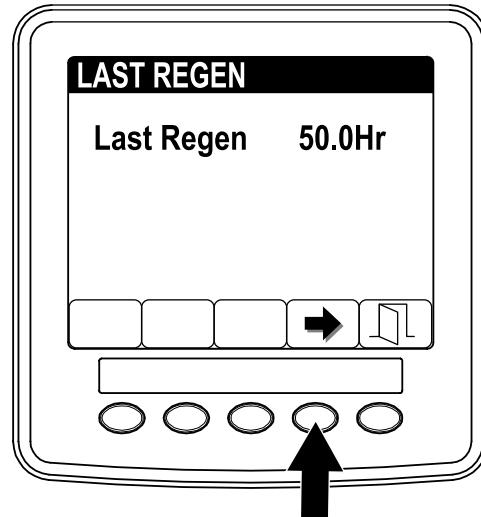

Figura 37
- Utilice el campo LAST REGEN (Última regeneración) (Figura 37) para determinar cuántas horas se ha utilizado el motor desde la última regeneración de restablecimiento, con la máquina aparcada o de recuperación.